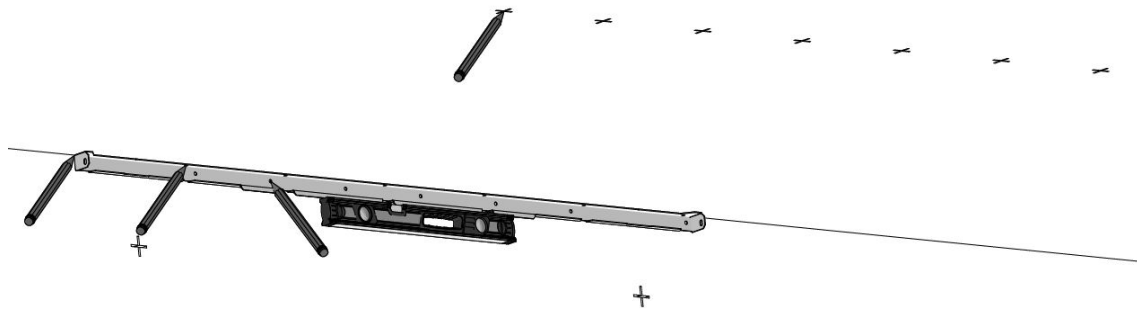

Abbildung 13: Bohrlöcher für die hinteren und vorderen Halterungen markieren
1. Halten Sie die hintere Halterung an Wand und Decke. Achten Sie darauf, dass die Halterung waagrecht ist. Siehe Abbildung 13.